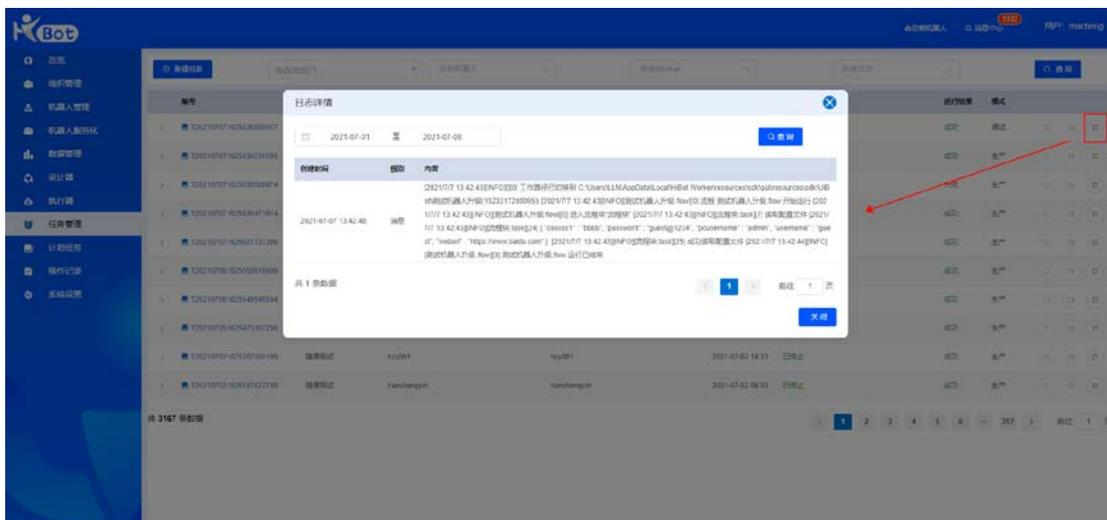

图 59
- 日志详情：查看每一条任务运行的日志详情，并支持根据日期范围进行选择查看，如图 59。